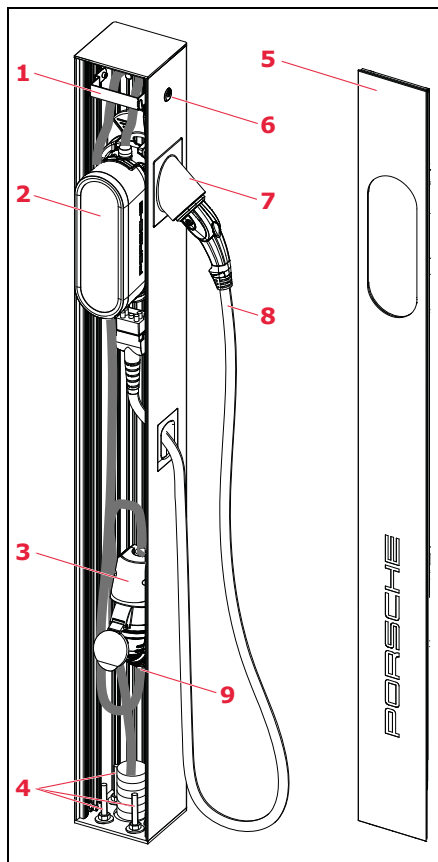

Рис. 1. Перечень компонентов
- Переходник для гнезда зарядной вилки согласно требованиям конкретной страны (см. рис. 1, поз. 7)